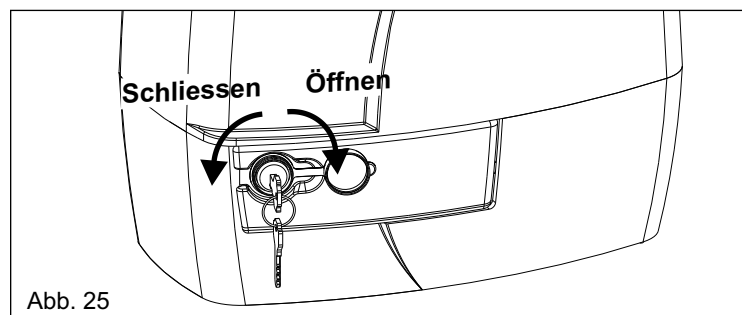

Abb. 25
- Die Schutzklappe des Schlosses öffnen, den Schlüssel einführen und um 90° im Uhrzeigersinn drehen (Abb.25).